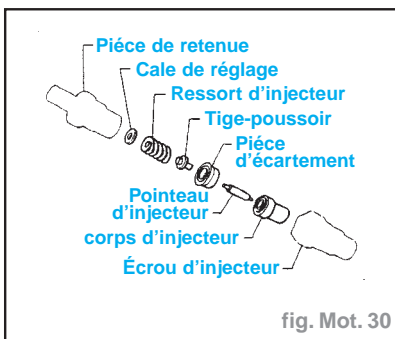

fig. Mot. 30
- Disposer toutes les pièces démontées dans l'ordre indiqué (fig. Mot. 30).